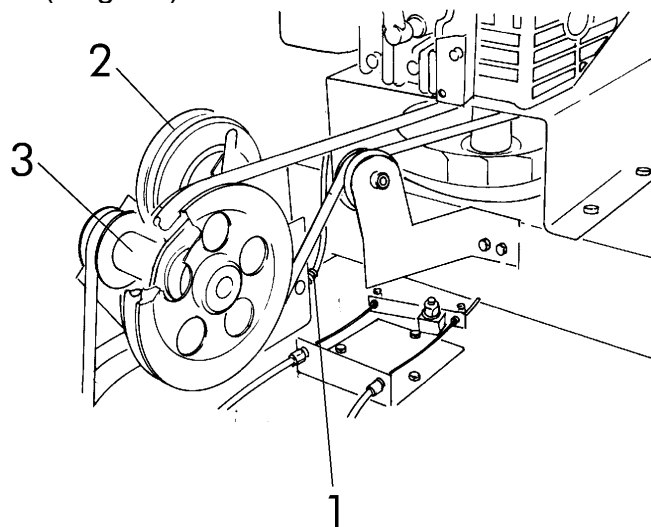

fig.21
2. Actúe sobre el ajustador (1 fig.21) hasta que la palanca de avance (6 fig.6A / B) esté en una posición liberada, y la rueda de fricción (2 fig. 21) esté a no más de 1 - 2 mm del rodillo (3 fig. 21).